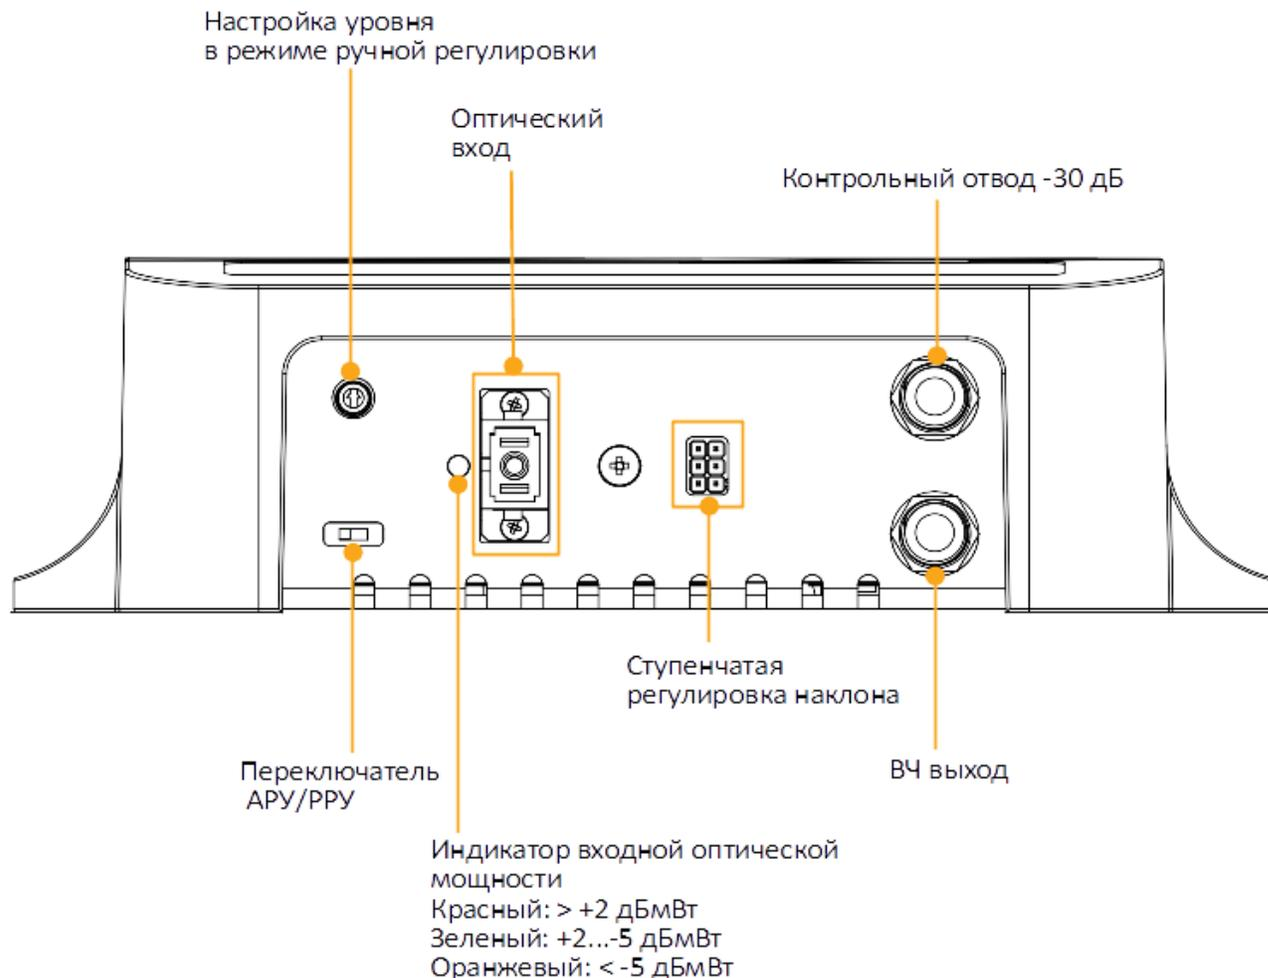

Рисунок 3 – Органы управления
**Настройка устройства (см. рисунок 3):**